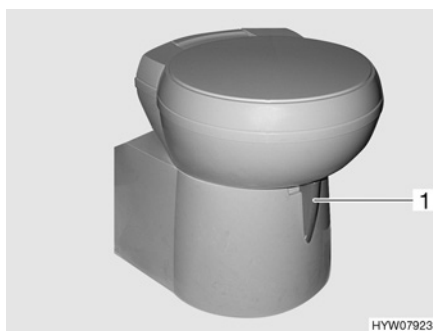

Fig. 114 WC Thetford (orientable)
- Avant d'actionner la chasse d'eau, ouvrir le curseur des toilettes Thetford. Pousser pour cela le levier du curseur (Fig. 114,1) dans le sens inverse des aiguilles d'une montre.
- Tourner le levier du curseur (Fig. 114,1) dans le sens des aiguilles d'une montre. Le curseur se ferme. Pour la vidange il **faudrait** que le curseur des toilettes Thetford soit fermé.